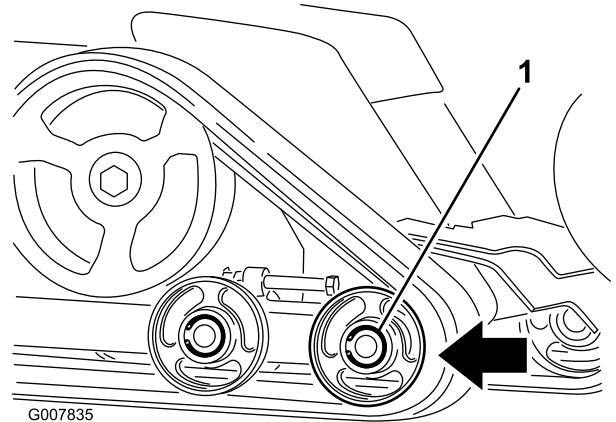

Figura 44
6. Empuje la rueda de rodaje delantera todo lo posible hacia atrás (Figura 44).
8. Una vez retirada la oruga de la rueda de rodaje, retírela de la máquina (**Figura 44**).
9. Empezando en la rueda motriz, pase la oruga nueva alrededor de la rueda, asegurándose de que los dientes de la oruga encajen entre los espaciadores de la rueda (**Figura 44**).
10. Introduzca la oruga por debajo y entre las ruedas de rodaje trasera y central (**Figura 44**).